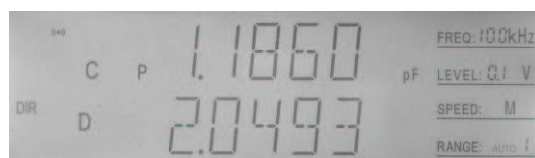

Figura 4-5 Modo de visualización directa
1. El modo de visualización actual es DIR, y el símbolo "DIR" se muestra en la pantalla LCD, como se ve en la figura 4-5.